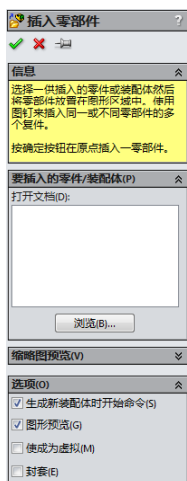
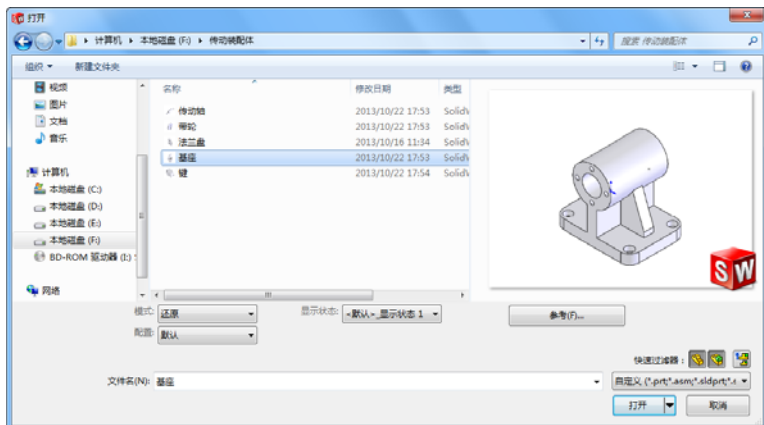

图 7-124 “插入零部件”属性管理器
图 7-125 “打开”对话框
**01** 选择零件。在菜单栏中选择“插入”→“零部件”→“现有零件/装配体”命令，此时系统弹出如图 7-124 所示的“插入零部件”对话框。单击“浏览”按钮，此时系统弹出如图 7-125 所示的“打开”对话框，在其中选择需要的零部件，即基座。单击“打开”按钮，此时所选的零部件显示在“插入零部件”属性管理器的“打开文档”一栏中，并在视图区域中出现。